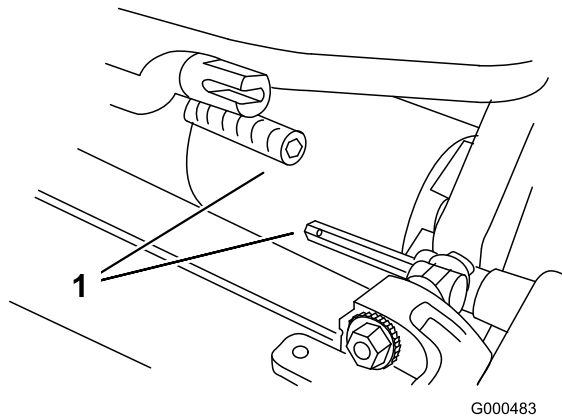

Figura 46
6. Tire de la unidad de corte unas 51 mm hacia adelante, y luego a la derecha, para desconectar el acoplamiento de la transmisión (Figura 46).